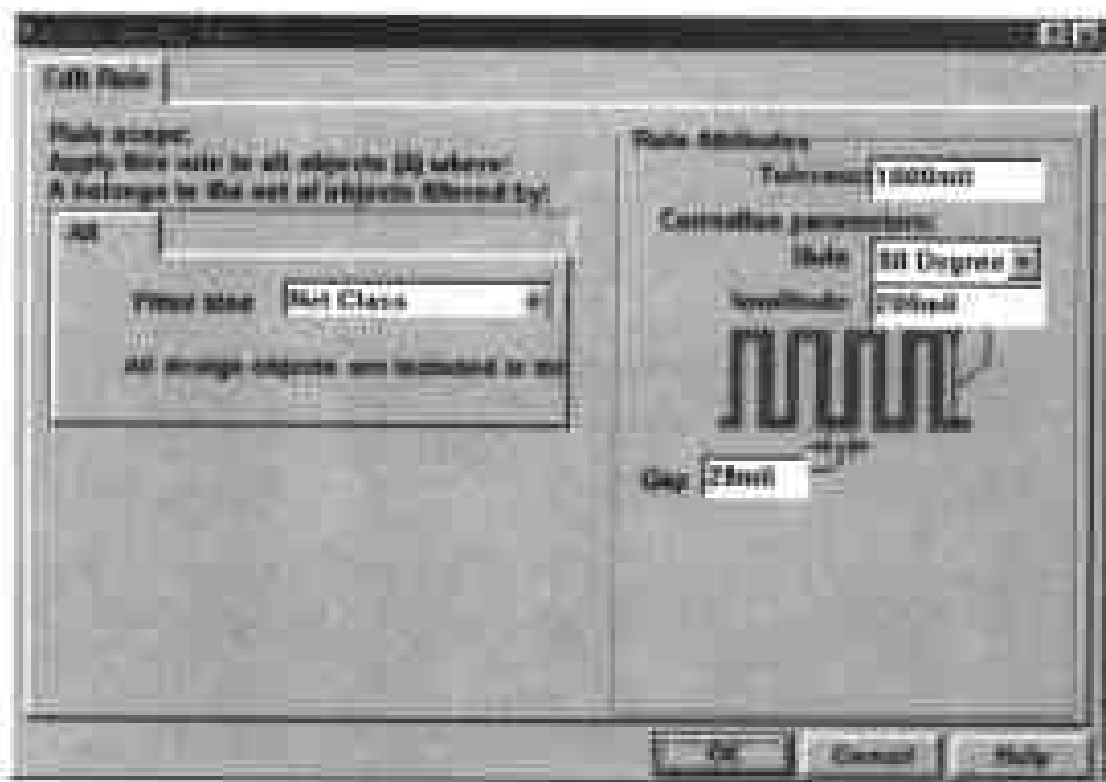

图 9-35 设置网络等长走线的对话框
(1) 选择 Design > Rules,在弹出的 Design Rules 对话框中单击 High Speed 标签,然后在对话框的 Rule Classes 列表框中单击 Matched Net Lengths。
(2) 在对话框下部的方框中包含了 Scope, Tolerance, Style, Amplitude, Gap 几个栏目,由于 Protel 99 没有提供这方面的预置规则,因此此时方框中是一片空白。
(3) 单击对话框下部的 Add 命令按钮,弹出如图 9-35 所示的对话框,供用户设置新的规则。
(4) 在对话框左边单击 Filter kind 选项的下拉列表框,在弹出的下拉列表中包含 From-To Class, From-To, Net Class 和 Net 4 个选项,供用户设定此规则的适用范围,此选项的取值将反映在 Design Rules 对话框下部方框的 Scope 栏中。
(5) 在对话框右边的 Tolerance 选项的输入框中输入数值,设置最大误差量,此选项的取值将反映在 Design Rules 对话框下部方框的 Tolerance 栏中。